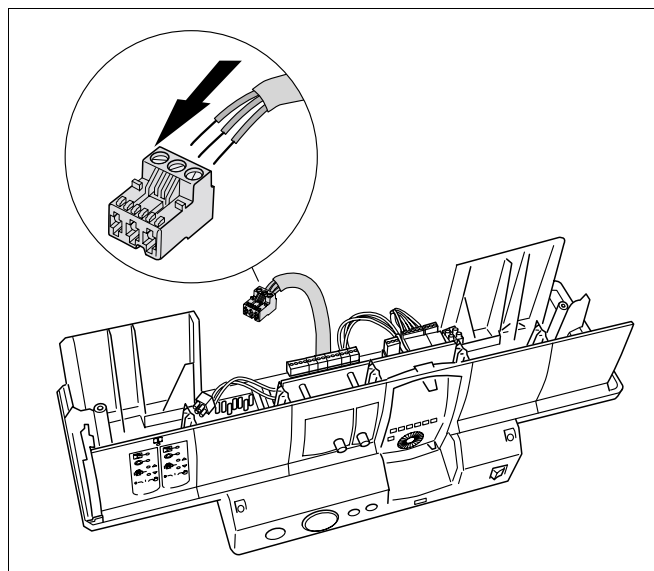

Fig. 6 Allacciamento dei cavi
- Mettere a nudo le cime dei singoli cavi, togliendo la guaina isolante ed avvitarle secondo le prescrizioni, in modo sicuro ai morsetti di appartenenza (fig. 6).